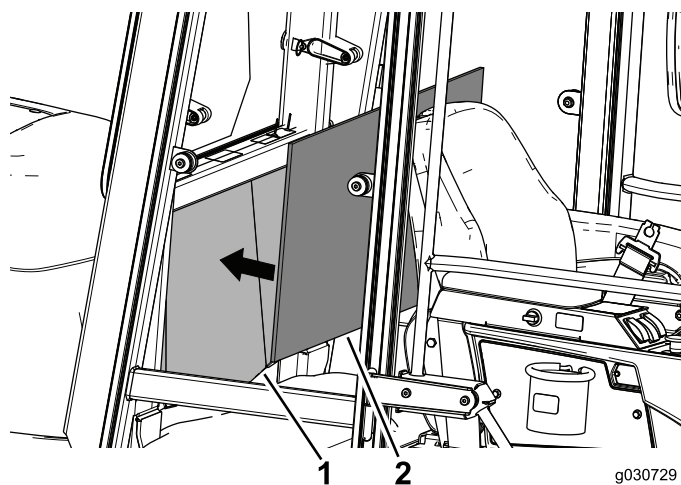

Figure 29
2. Alignez le panneau habillé et le centre du panneau arrière à l'intérieur de la cabine pour en vérifier le montage et la position (Figure 29).